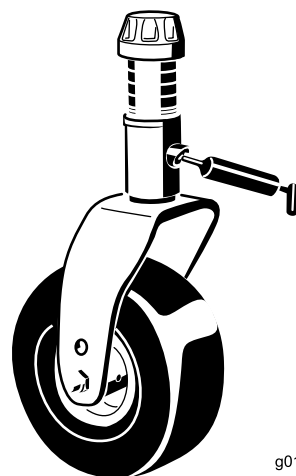

Figure 22
Arbre de roue pivotante (2) (Figure 22)